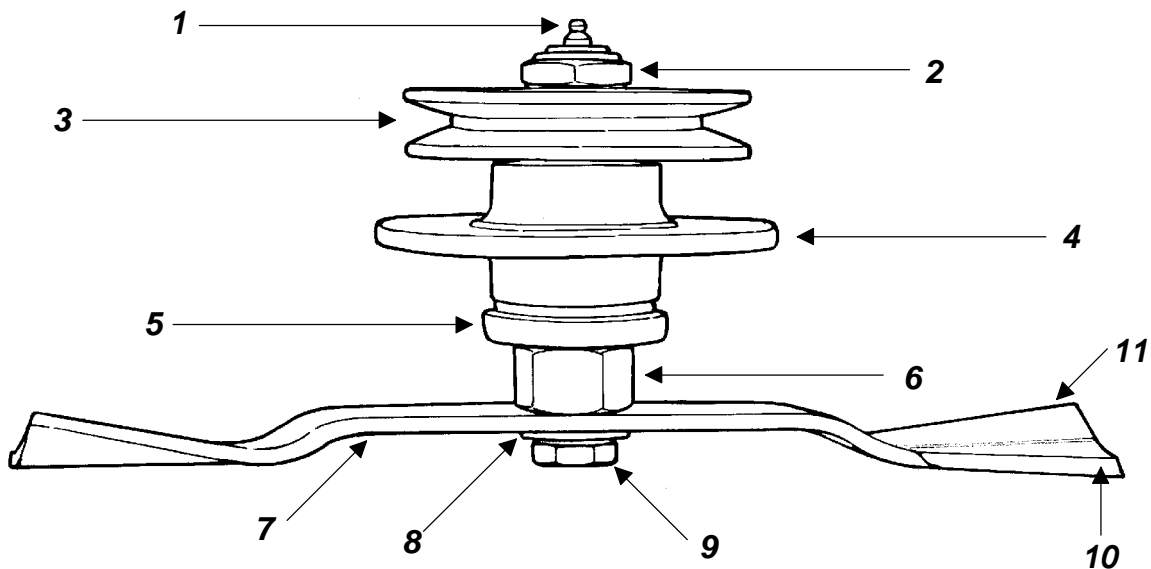

Fig. 9
2. Placer la rondelle élastique (**voir fig. 9**) dans le boulon approprié et après avoir monté la lame comme décrit au point précédent, visser le boulon sur l'arbre.